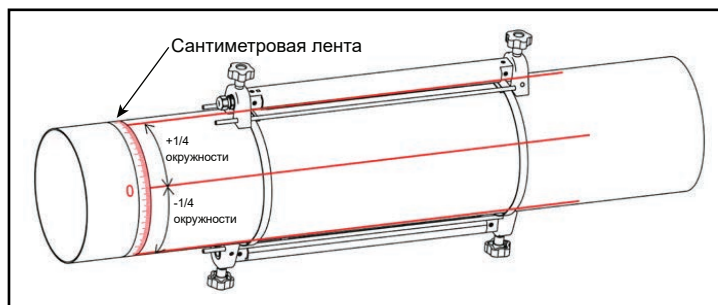

Рис. 19. Установка без отражения сигнала с двумя креплениями
3. Установите два монтажных хомута на трубопровод на расстоянии около 30 см (12 дюймов) друг от друга (см. рисунок 19 ниже).